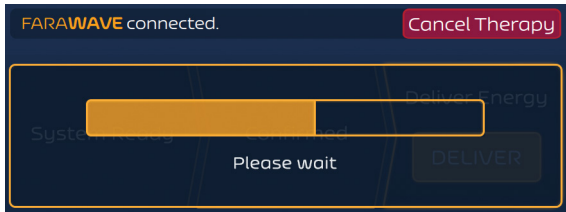

Figura 13. Ecranul Terapie – Modul asincron – Numărătoare inversă între administrări
8. Generatorul FARASTAR PFA impune o întârziere de 10 secunde între administrări. Acest lucru este implementat după cum se arată în Figura 13.